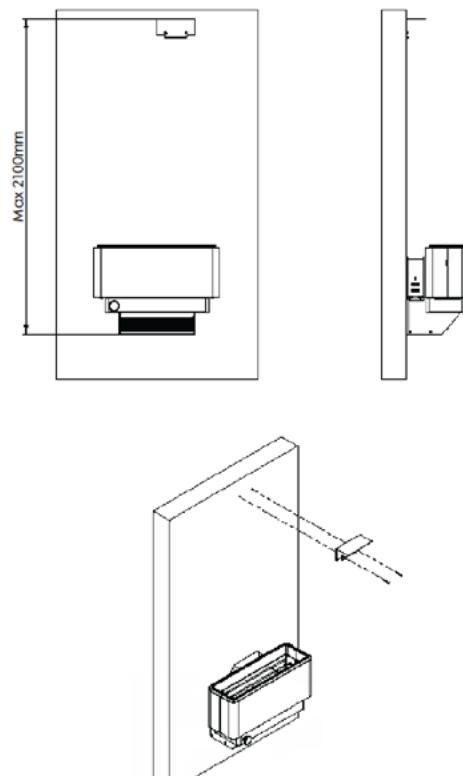

Рисунок 3.7: Установка и крепление колпака дымохода
3.2.6. Закрепите колпак каналаа под потолком двумя болтами размером 5 мм (Рисунок 3.7). NB! Проследите, чтобы колпак каналаа располагался над отверстием цоколя каналаа!